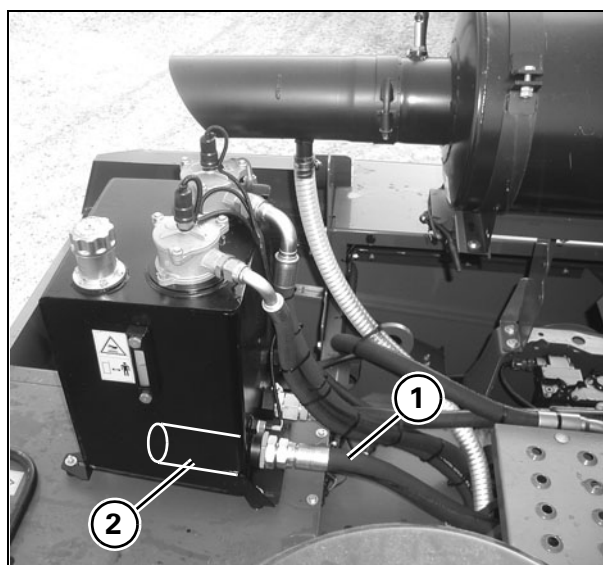

Рис. 69
62.)МАСЛЯНЫЙ ФИЛЬТР ВСПОМОГАТЕЛЬНОЙ ГИДРАВЛИЧЕСКОЙ СИСТЕМЫ (входной) - Рис. 69